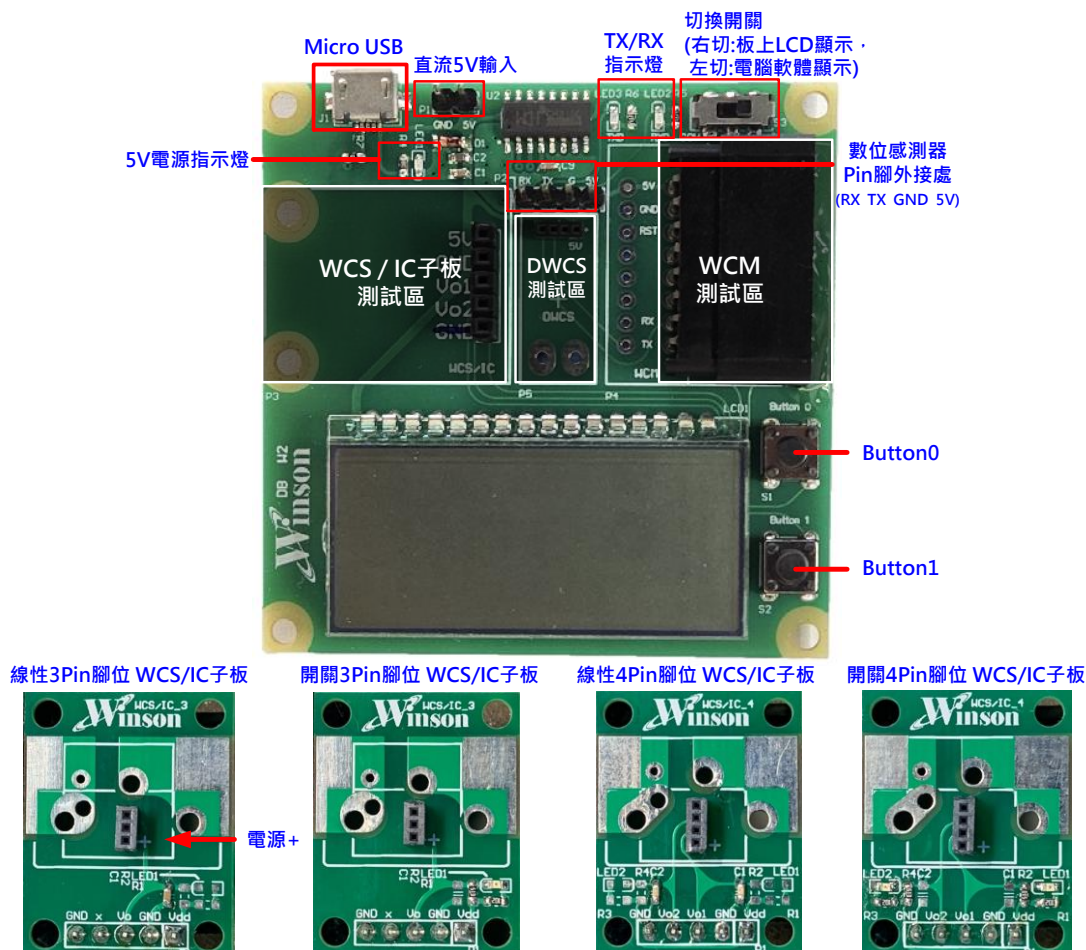

Figure 1 WDB 測試板&子板
2.2.5 進行 **Modbus-RTU** 一對多量測時需透過數位感測器 Pin 腳外接處(如 Figure 1)連接至麵包板或轉接板進行擴充，外接方式如下圖。